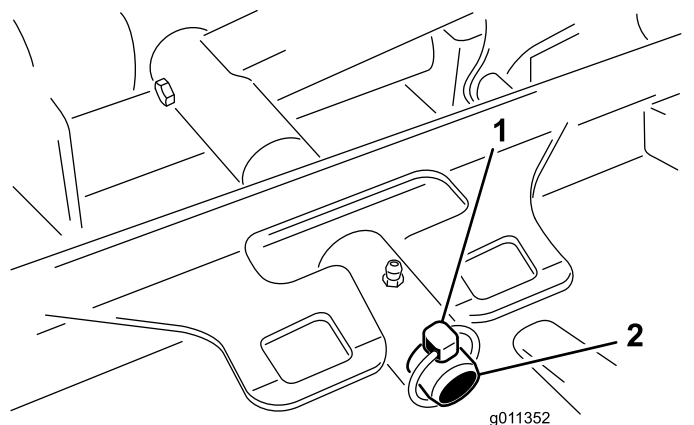

Bild 119
3. Entfernen Sie den Klapstecker (für Groundsmaster 4500-Maschinen) oder die Befestigungsmutter (für Groundsmaster 4700-Maschinen), mit dem bzw. der der Mähwerkträgerrahmen am Lagerbolzen des Hubarms befestigt ist (Bild 119).
2. Schieben Sie den Trägerrahmen des Mähwerks auf den Lagerbolzen des Hubarms (Bild 119). Befestigen Sie das Mähwerk mit dem Klapstecker (für Groundsmaster 4500-Maschinen) oder der Befestigungsmutter (für Groundsmaster 4700-Maschinen) am Lagerbolzen.